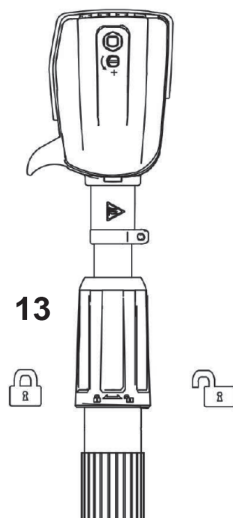

Рис. 26
Для этого открутите против часовой стрелки втулку-фиксатор вылета телескопической штанги 13 (рис. 26). Выдвиньте штангу на необходимую длину и зафиксируйте втулку-фиксатор (13) по часовой стрелке.